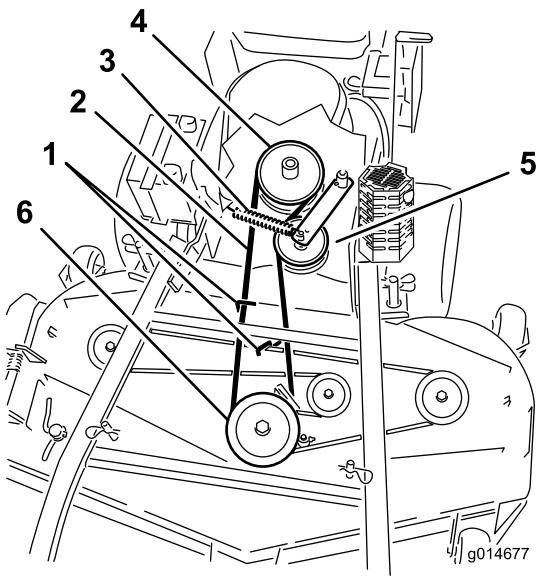

Figura 52
6. Retire la correa de la polea central de la carcasa de corte (Figura 52).
7. Retire la correa de la polea del motor y la polea tensora tensada con muelle (Figura 52).
8. Instale la nueva correa en la polea del motor y la polea tensora tensada con muelle (Figura 52).
9. Coloque la correa en la polea central de la carcasa del cortacésped (Figura 52).
11. Ajuste la guía a una distancia de 3 mm (1/8 pulg.) de la correa (Figura 52).